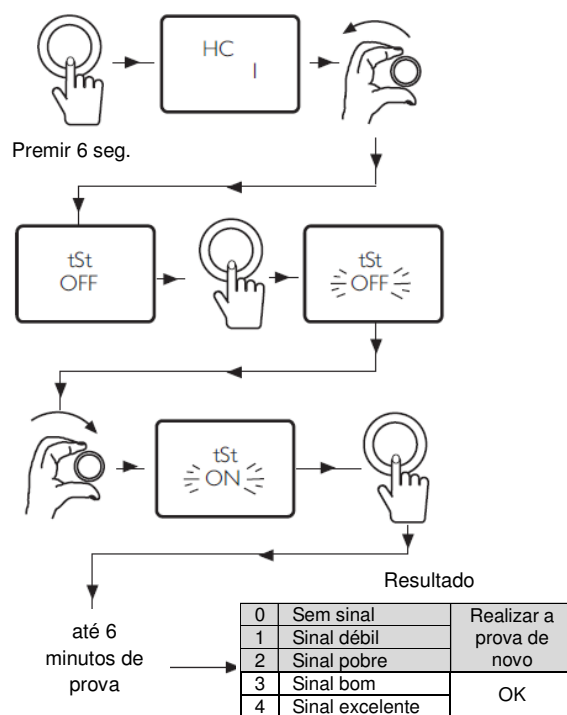

Fig. 14: Prova de intensidade do sinal
7. Se aparecerem os códigos de erro **E83** ou **E85**, significa que há um problema de comunicação. Ver Fig. 14.